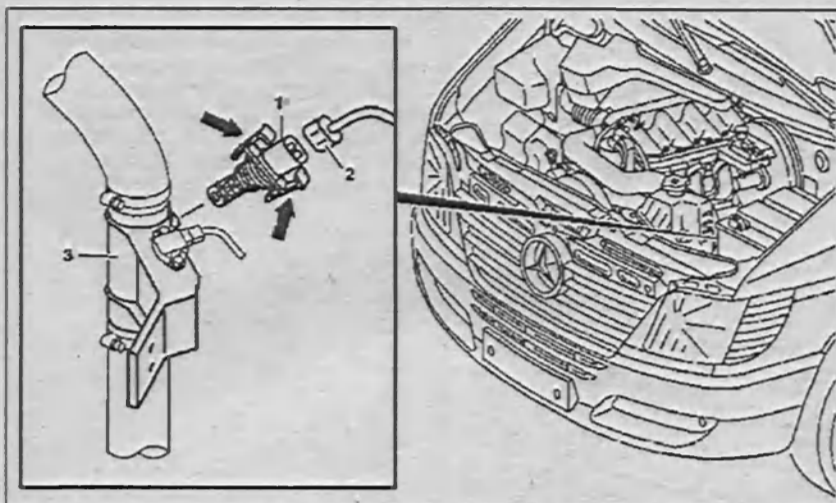

Рис. 3.52. Снятие и установка датчика температуры нагнетаемого воздуха:
1. Отсоедините разъем проводки 2 от датчика температуры нагнетаемого воздуха 1 (рис. 3.52).